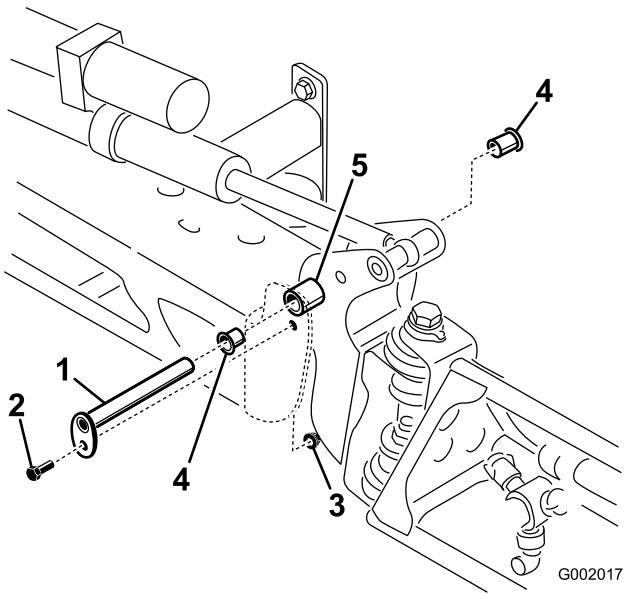

Figura 73
- Retire los casquillos de nylon desde delante y desde detrás del soporte del pivote e inspecciónelos (Figura 73). Sustituya cualquier casquillo dañado.
- Instale el conjunto de brazo y soporte del pivote en el bastidor central, alineando los orificios (Figura 73).
- Con el peso del brazo apoyado, retire el perno y la tuerca que fijan el pasador de giro al conjunto del brazo (Figura 73). Retire el pasador de pivote.